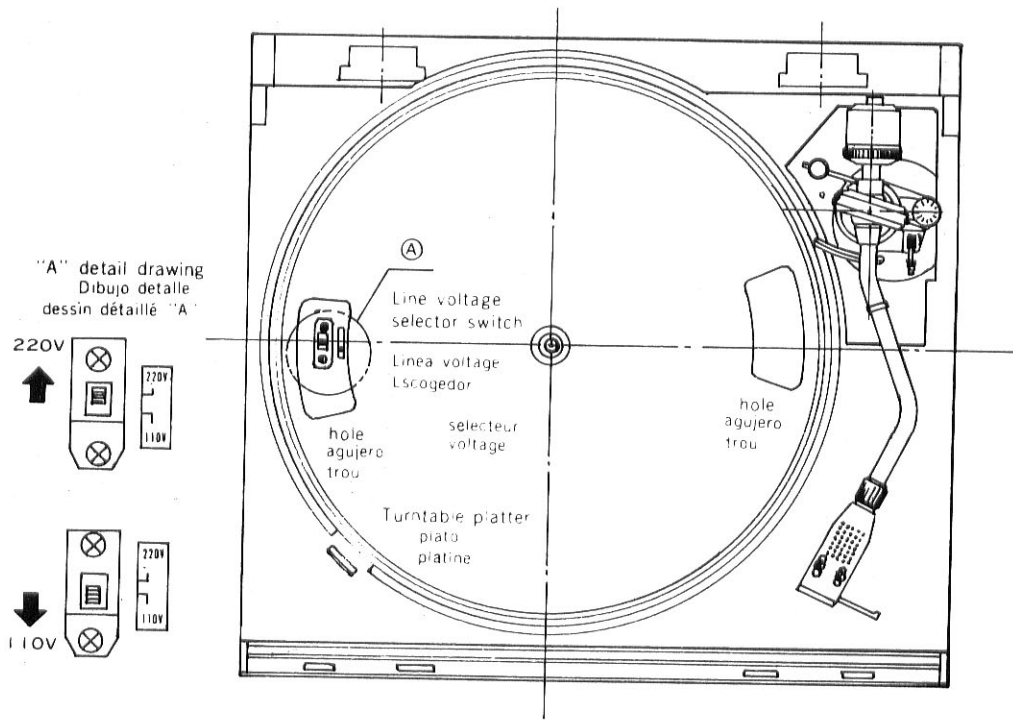

Fig 1 Figura 1 Abb 1
- 2) Turn the turntable platter until the selector switch shown through the hole of platter (See figure 1)
Note: The line voltage selector switch is mounted on the top surface of cabinet, and located underneath the turntable platter (See figure 1).
- 2) Tournez le plateau de la platine de façon à ce que le sélecteur apparaisse à travers l'ouverture qui est sur ce dernier. (Voir fig. 1)
N.B.: Le commutateur de sélection du voltage est monté sur la face supérieure du boîtier, sous le plateau du tourne-disque.(voir fig.1)